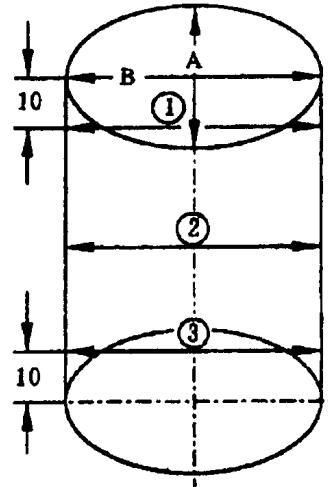

图 1-43
(2) 检查气缸尺寸，如图 1-43 所示。使用量程为 50~100mm 的内径千分表检测，沿 A、B 两个方向分别测量三点，要求与公称尺寸最大偏差为 0.10mm。气缸的尺寸见表 1-7 所示。
(3) 标记安装位置和气缸号。
(4) 活塞顶部箭头指向带轮。